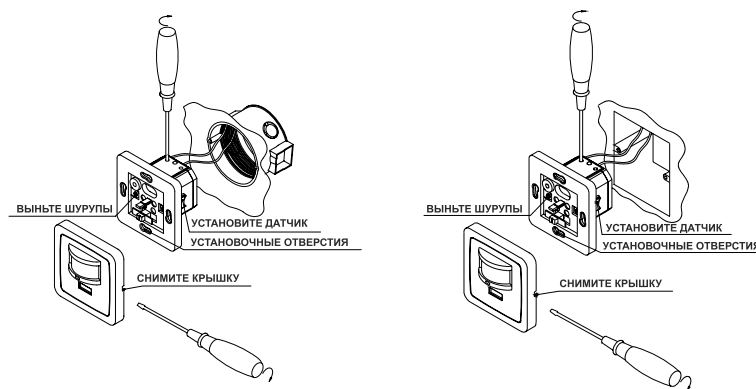

Рис.2
4. Если вы хотите установить датчик в квадратной распределительной коробке, поместите установочный винт в отверстие, закрепите излучатель на распределительной коробке, затяните винт. Таким же способом можно установить датчик в круглой распределительной коробке. Затяните крышку установочным винтом, рычаг откроется автоматически, и закрепите распределительную коробку. (См.рис.2)